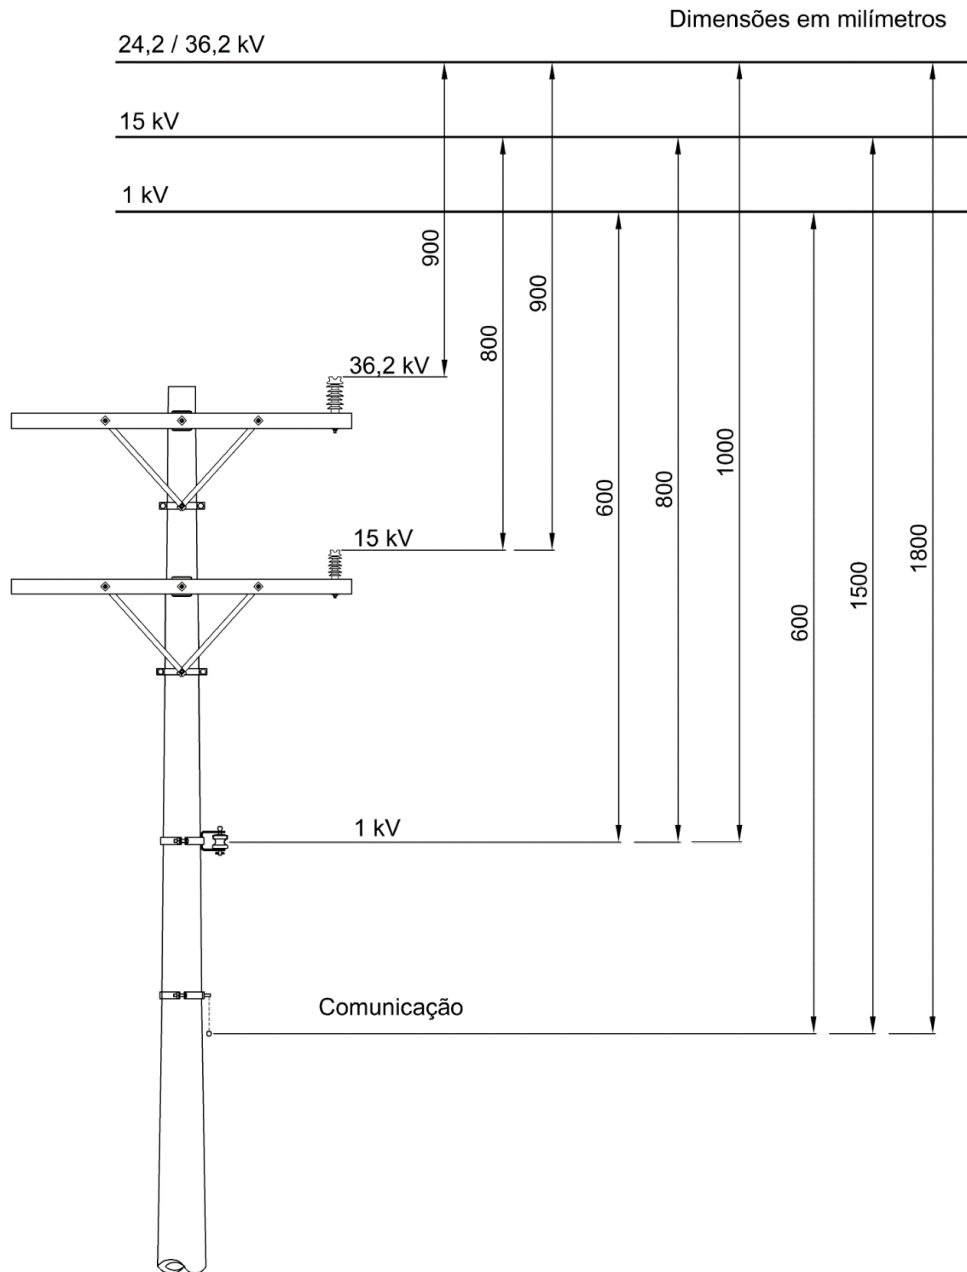

Figura 2 - Afastamentos Mínimos – Circuitos Diferentes
Os afastamentos mínimos entre circuitos diferentes devem obedecer aos valores indicados na Figura 2.
- 1) Os valores indicados são para o circuito mais próximo do solo na condição de flecha máxima. Em caso de mais de um circuito recomenda-se que sejam mantidos os afastamentos mínimos definidos na Figura 2;